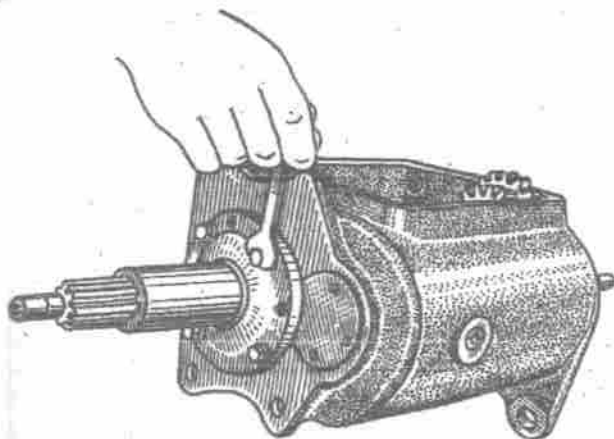

Bild 106. Aufsetzen des Lagerdeckels der Kupplungswelle
12. Lagerdeckel derart auf Kupplungswelle aufsetzen, daß die Gewindebohrung M8 sich unten anordnet (Bild 106).